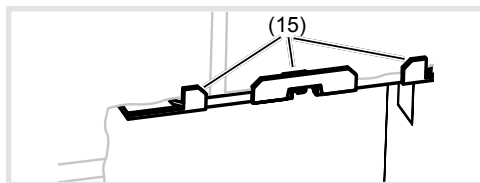

Bild 4: Einbauposition der Befestigungselemente
B Die Aufwinklung (15) der Befestigungselemente müssen auf der Wandoberfläche aufliegen (Bild 4).